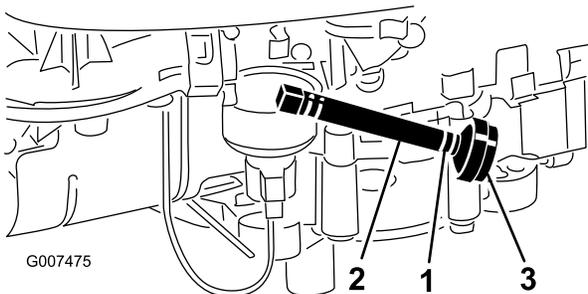

Bild 27
8. Drücken Sie die Enden der Schlauchklemme zusammen und schieben Sie sie an der Kraftstoffleitung nach oben zum Kraftstofftank (Bild 27).
9. Ziehen Sie die Kraftstoffleitung vom Filter (Bild 27) und lassen das Benzin in einen Benzinkanister oder eine Auffangwanne ablaufen.
Hinweis: Tauschen Sie den Kraftstofffilter am besten aus, wenn der Tank leer ist (Bild 27). Bringen Sie niemals einen schmutzigen Filter wieder an, nachdem Sie ihn von der Kraftstoffleitung entfernt haben.
7. Drücken Sie die Enden der Schlauchklemmen zusammen und schieben Sie sie vom Filter weg (Bild 27).